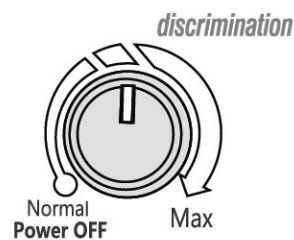

Figure 15
- Réglez la DISCRIMINATION sur environ « 12:00 » (Figure 15). Réglez la balance de manière à ce que le détecteur émette une tonalité et «0» est affiché